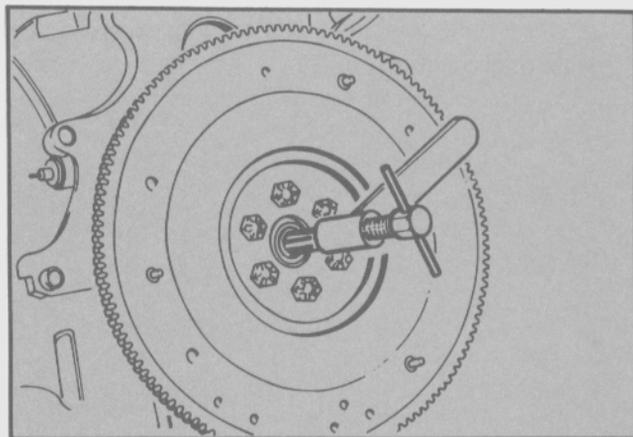

Fig. 25 - Desmontaje del cojinete del cigüeñal
- Extraer el cojinete de rodillos del cigüeñal utilizando las herramientas T58L-101-A y T76A-3552-BAS (Fig. 25).